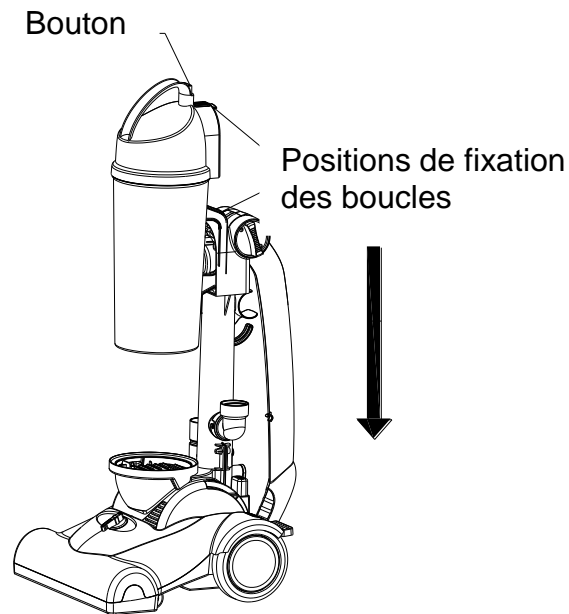

Fig. 2
- i. Ajustez le couvercle du réservoir à poussière verticalement sur le réservoir à poussière et tournez-le jusqu'à ce qu'ils s'ajustent parfaitement (voir Fig. 2).
- ii. Insérez l'ensemble capuchon du réservoir à poussière et réservoir à poussière mentionnés dans l'étape précédente, sur l'ensemble couvercle supérieur du moteur et brosse électrique (voir Fig.2).